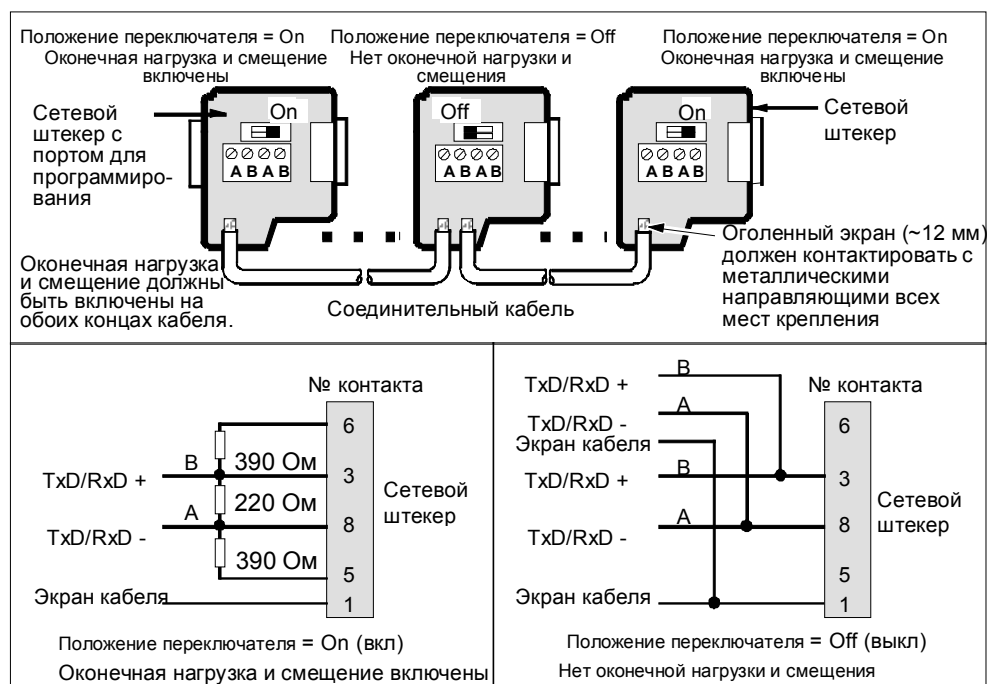

Рис. 7-24. Смещение и оконечная нагрузка соединительного кабеля
- Если к удаленному модему подключено несколько CPU, то вам потребуется разъем фирмы Siemens с портом для устройства программирования в сети PROFIBUS (см. рис. 7-24 для включения смещения и оконечной нагрузки соединительных кабелей).